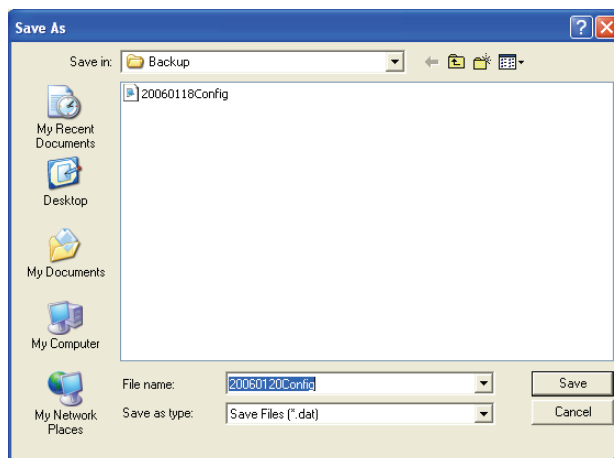

figura 8.19: Ventana “Save schedule as”
- Si hace clic en **Yes**, aparecerá una ventana Save As estándar (véase figura 8.19). Seleccione la zona donde desea guardar el archivo de configuración y a continuación haga clic en **Save**.